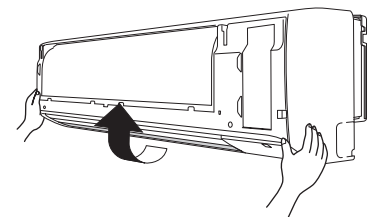

Fig. 3-16
- (6) Levante a grade na direcção indicada pela seta e puxe-a na sua direcção para a retirar. (Fig. 3-16)